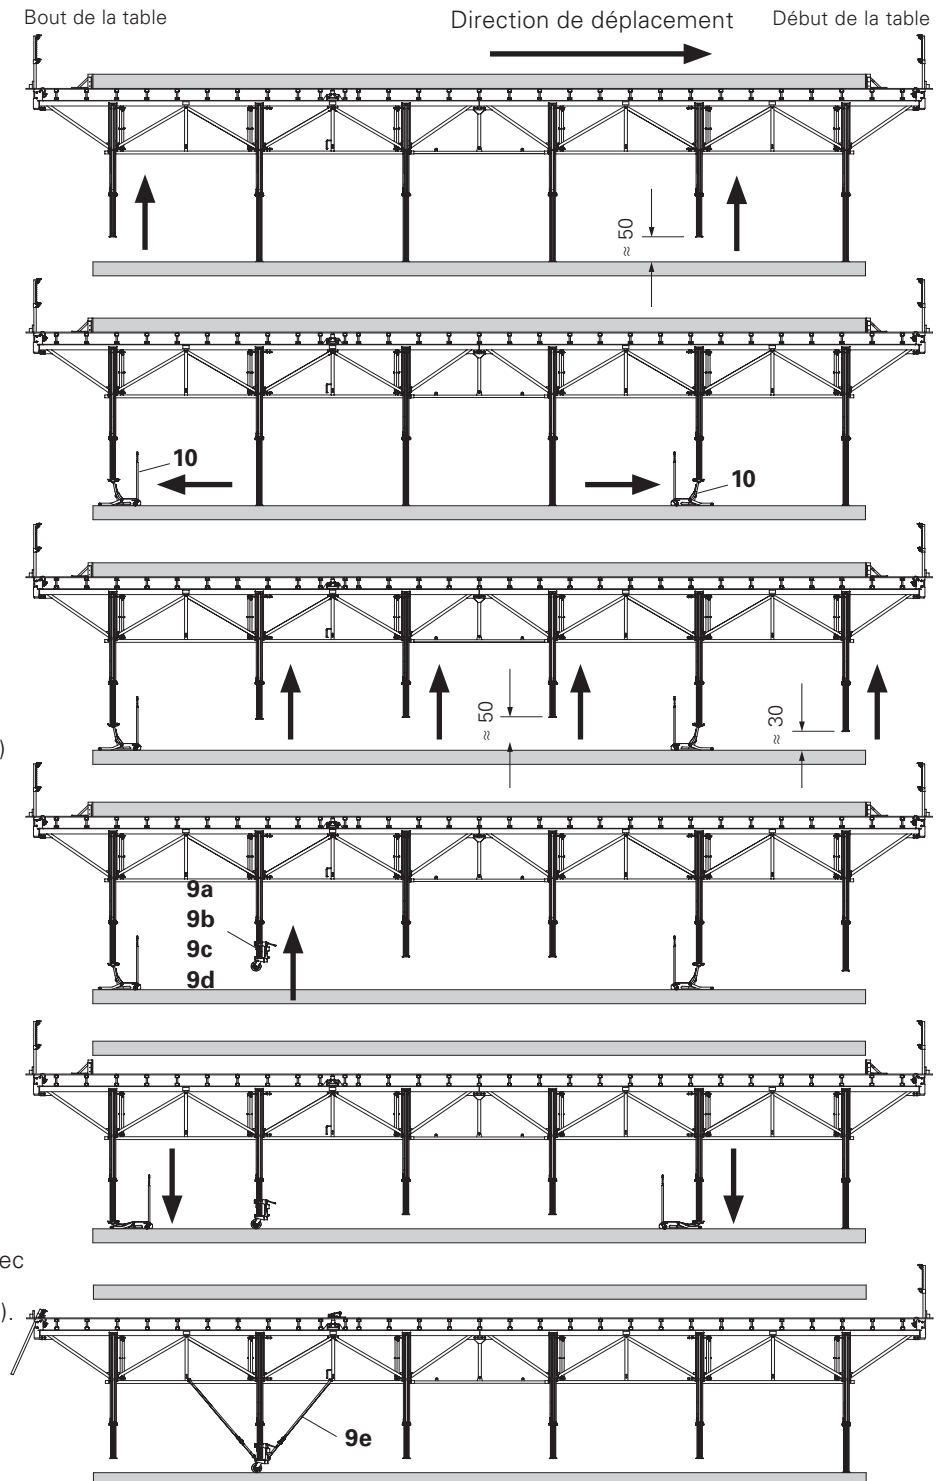

Fig. A5.03.1 - 6
1. Relevez le deuxième étau (17) depuis l'avant et le dernier étau d'env. 50 cm. (Fig. A5.03.1)